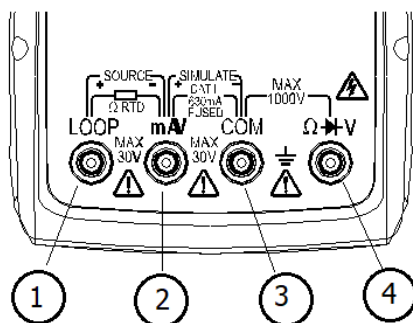

Рис. 1. Выходные гнезда **Воспроизведение/OUTPUT** (2 гнезда слева – для LOOP, SOURCE, SIMULATE), входные гнезда **Измерение /MEASURE** (2 гнезда справа – COM, Ω V).
- Рис. 1 и Таблица 1 описывают измерительные/выходные гнезда (MEASURE/ OUTPUT).